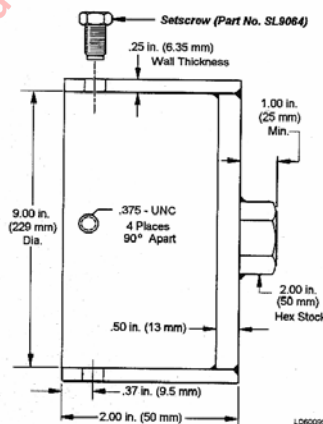

FIGURA 3-28. HERRAMIENTA PARA REMOVER EL CASQUILLO (Fabricación Local)
Nota. La Figura 3-28 muestra una herramienta que se puede fabricar localmente para ayudar a retirar el casquillo.
4. Saque la tapa de la válvula de carga (1, Figura 3-28). Gire la tuerca hexagonal pequeña (4) tres giros completos hacia la izquierda.